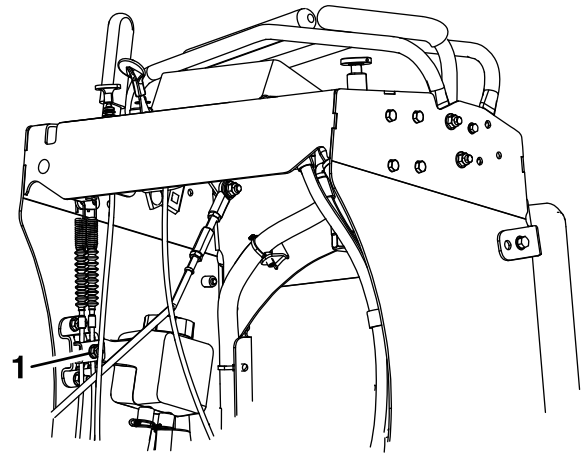

Figura 49
4. Afloje la abrazadera de los cables de freno, debajo de la consola (Figura 49).